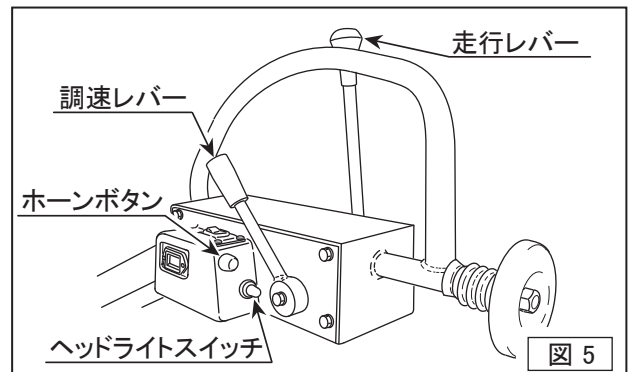

図 5
- 各レバーやワイヤーが確実に動作するか点検します。ホーンボタンを押して、ホーンが正常に鳴るかを確認してください。ヘッドライトスイッチを入れてヘッドライトが点灯するかを確認してください。(図5)